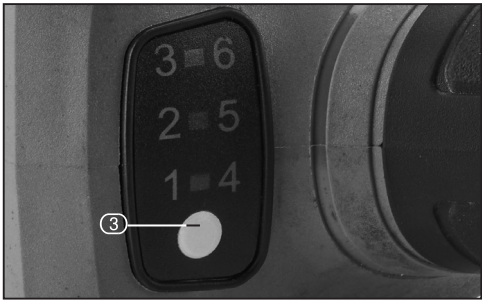

FIG. 2
6.2 VARIABLE SPEED CONTROL – FIG.2